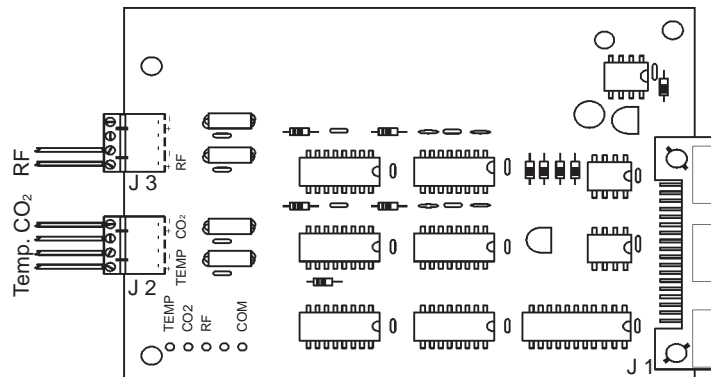

Abbildung 6-4. Klemmen auf der analogen Karte
- Die Enden der einzelne Leiter und der Draht werden mit den entsprechenden Anschlüssen „J2“ an der analogen Karte verbunden. Siehe Abbildung 6-4.